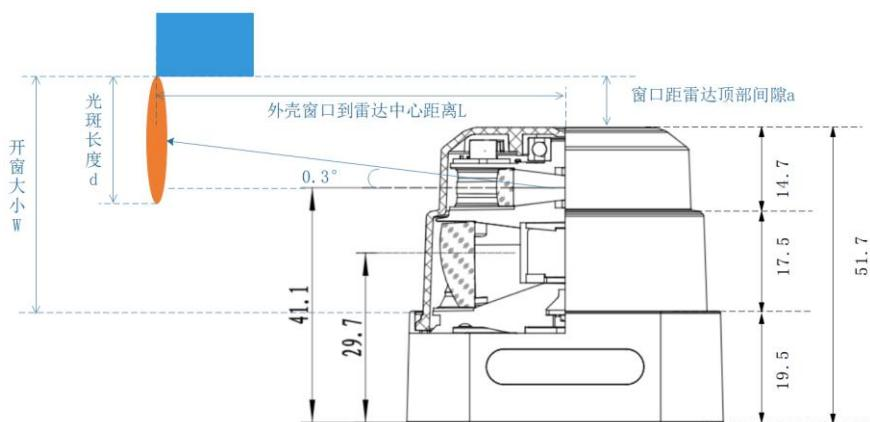

图 4-3 雷达安装环境开窗示意图
如图 4-3, 设备开窗需要考虑雷达安装角度、光斑俯仰角及光斑长度, 默认设备窗口中心与雷达发射接收系统光轴重合; 假设雷达装机角度误差为  $1^\circ$ , 雷达俯仰角为  $0.3^\circ$  时, 开窗与雷达中心距离  $L$  为  $0.5\text{m}$ ; 光斑长度  $d=6.5+4.3*L$ , 计算可得  $0.5\text{m}$  处光斑长度  $8.65\text{mm}$ ; 窗口与雷达顶部间隙  $a=1000*L*\tan(1+0.3) + 0.5d - 10.6 = 500*\tan1.3 + 0.5*8.65 - 10.6$ , 计算可得间隙距离为  $5.075\text{mm}$ ; 开窗大小  $W=32.2+a$  根据计算可得开窗大小至少为  $37.3\text{mm}$ ;
- 理想情况下, 设备开槽窗口高度需大于激光雷达的光学窗口, 具体开窗尺寸参考图 4-3 雷达安装环境开窗示意图; 若设备开槽高度需小于光学窗口, 需与蓝海研发确认结构设计;